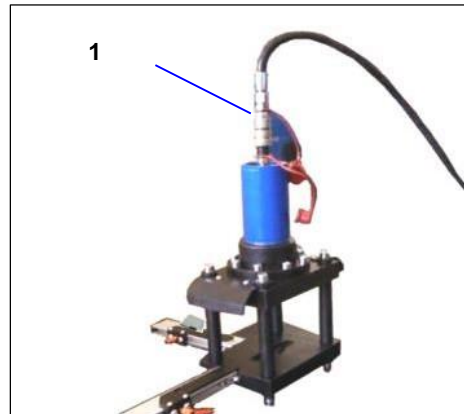

Рис. 2
- Використайте швидкороз'ємне з'єднання [1] для підключення до джерела живлення (рис. 2).